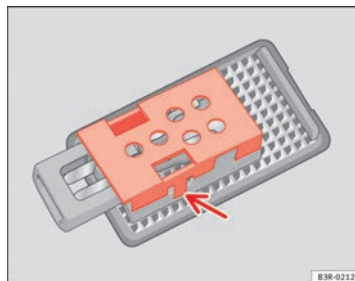

Fig. 221 Luz maletero
- Desmonte la tapa protectora y extraiga la lámpara del alojamiento ⇒ fig. 221.